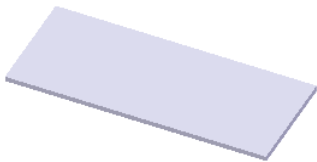
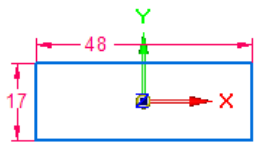

图 5.8.2 平板特征 1
图 5.8.3 截面草图
Step2. 创建图 5.8.2 所示的平板特征 1。
- (1) 选择命令。单击“主页”功能选项卡“钣金”工具栏中的“平板”按钮.
- (2) 定义特征的截面草图。
① 选取草图平面。在系统  单击平的面或参考平面。的提示下，选取俯视图（XY）平面作为草图平面。
② 绘制图 5.8.3 所示的截面草图。